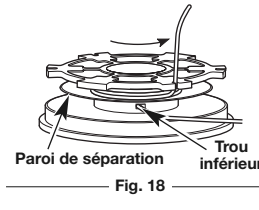
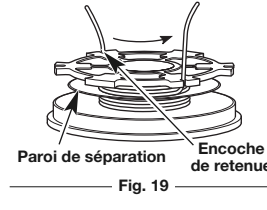

Fig. 18
Fig. 19
- Insérez l'extrémité de l'autre fil de coupe dans le trou inférieur du moulinet intérieur (Fig. 18). Embobinez fermement le fil dans la direction indiquée au bas du moulinet intérieur jusqu'à ce qu'il en reste 75 à 225 mm (3 à 9 pouces) environ. Maintenez le fil en dessous de la paroi de séparation. Insérez la section de fil de 75 à 225 mm (3 à 9 pouces) dans l'encoche de retenue 0,095 opposée (Fig. 19).